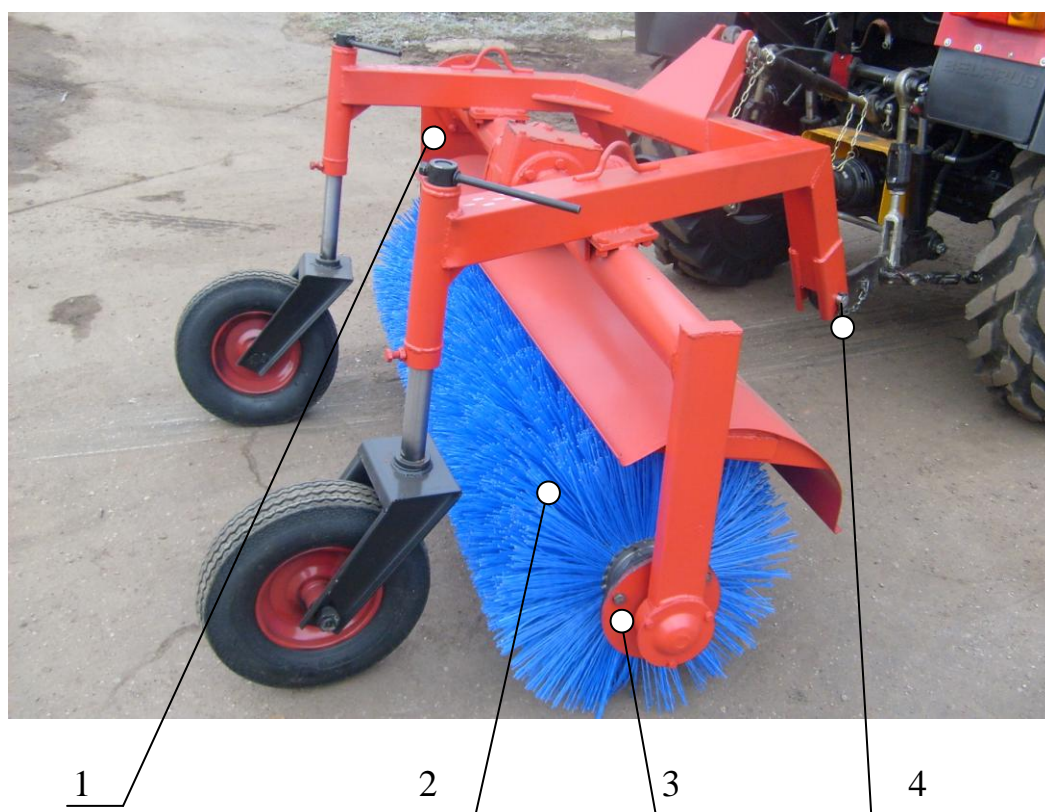

Рисунок 2. Общий вид Оборудования щеточного, установленного на трактор.
- Плита цепной передачи (поз.1 рис.2) крепится к Корпусу вала промежуточного;
- Вал щеточный (поз.2 рис.2) через Фланцы приводной и опорный (поз.3 рис.2) крепится к Плите цепной передачи и Узлу корпуса редуктора;
- Пальцы (поз.4 рис.2) служат для установки Рамы на два Рычага задней навески трактора.
- надпись «Сделано в Беларуси», для Оборудования поставляемого за пределы РБ – на русском языке или на языке заказчика, оговоренном в Контакте на поставку Оборудования Оборудование отправляется потребителю без упаковки. Детали, не установленные на Оборудовании(Пальцы поз.4 рис.2), привязываются проволокой к месту установки.